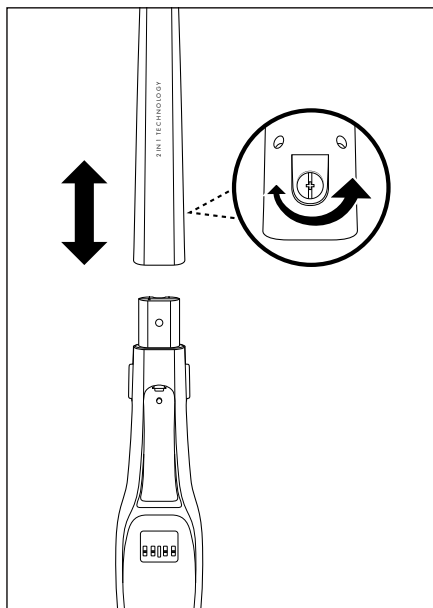

Fig. 1
- 2) Applicare il manico 10 al supporto manico dell'apparecchio. Spingere completamente il manico 10 sul supporto finché non si innesta saldamente nell'apparecchio. (fig. 1).
- 3) Reinserrire la vite 11 nell'apertura per vite del lato posteriore del manico 10. Stringere la vite 11 in senso orario con un cacciavite (fig. 1).